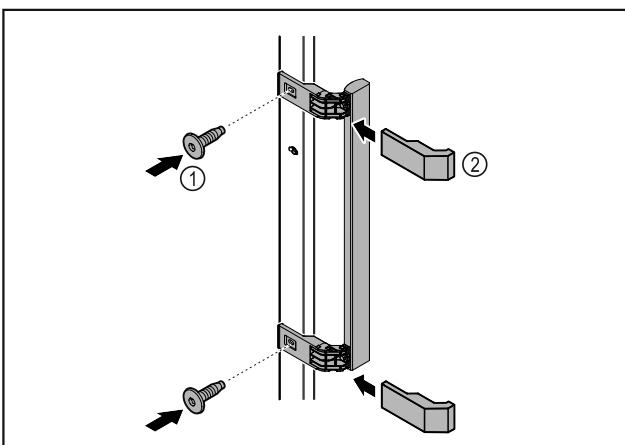

Fig. 7
- Ataşați mânerul din pachetul de accesorii la ușă cu ajutorul șuruburilor incluse Fig. 7 (1).
- Aplicați capacul Fig. 7 (2).